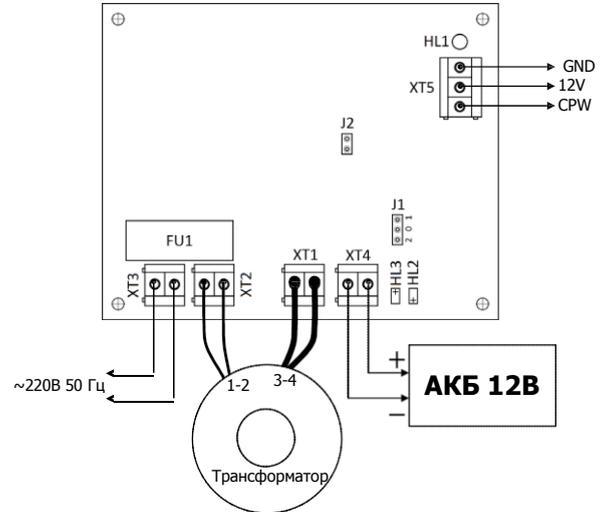

Рис.1 Схема подключения «БРП 12В 1,5А»
1. Подключите трансформатор к разъемам ХТ1 и ХТ2, как показано на рис.1.